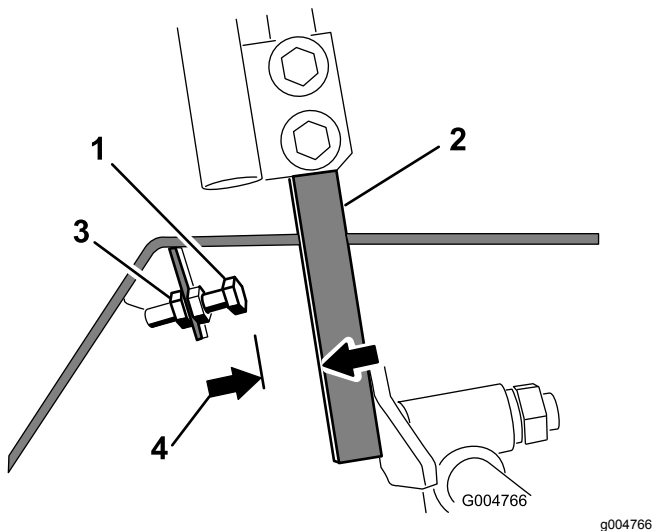

Figura 82
- Afloje la contratuercas del perno de tope de una palanca de control (Figura 82).